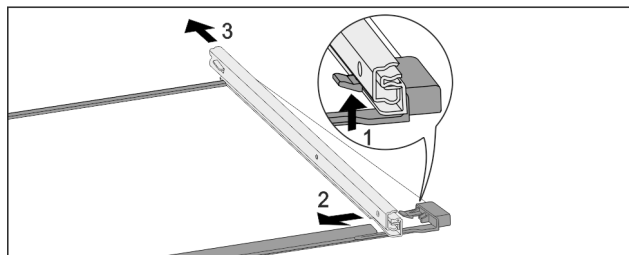

Fig. 179 Skleněná deska s kolejničkami
- ▶ Přední aretační háček zatlačte nahoru. Fig. 179 (1)
- ▶ Výsuvnou kolejničku vysuňte stranou Fig. 179 (2) a dozadu Fig. 179 (3).